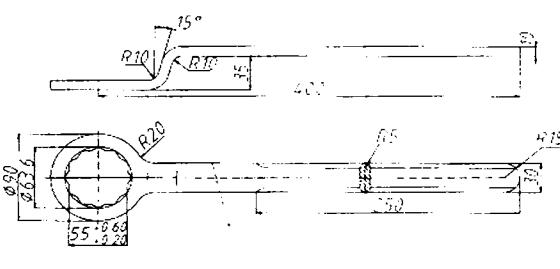

Рис. 5-7. Ключ для контргайки поворотной цапфы ("РЗАА")
3. Снять крышку ступицы и, отогнув замочную шайбу, отвернуть контргайку ключом (рис.5-7.).